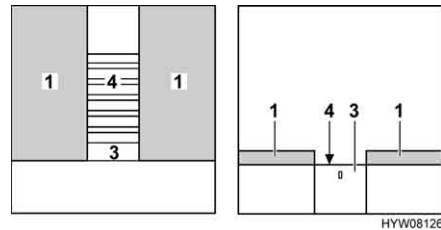

Fig. 88 Durante la trasformazione
- Estrarre completamente il telaio portamaterasso (Fig. 88,4). A tal fine estrarre la base estraibile (Fig. 88,3).